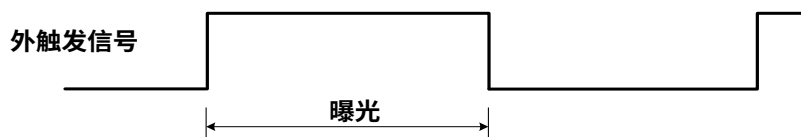

图 8-26 上升沿触发宽度曝光模式时序图
- 如果启用上升沿触发，曝光会在触发信号上升时开始，一直持续到触发信号下降结束，如图 8-26 所示